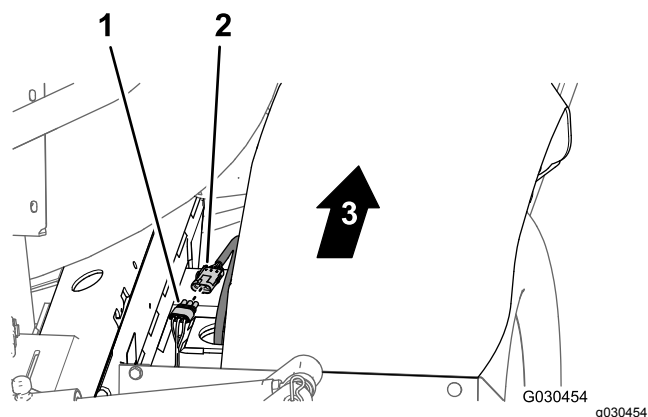

Figura 96
2. En la parte trasera de la máquina (entre el tubo derecho del bastidor y el guardabarros derecho), conecte el conector de 3 pines sin etiquetar de la rama de 30,5 cm del arnés de cables trasero al conector hembra de 3 vías del arnés de cables del sensor de velocidad del motor de tracción derecho (Figura 96).